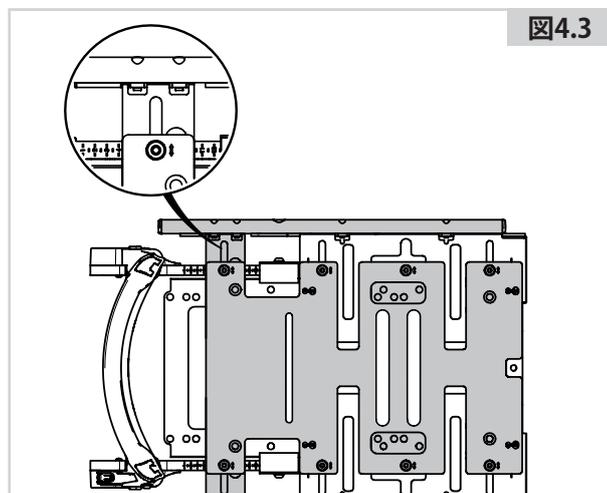

図4.3
- ・ 長いシートレールをより安定させるため、シート奥行530mm以上の場合、図4.3に示すように追加の奥行調整用シート取り付けプレートを取り付けてください。